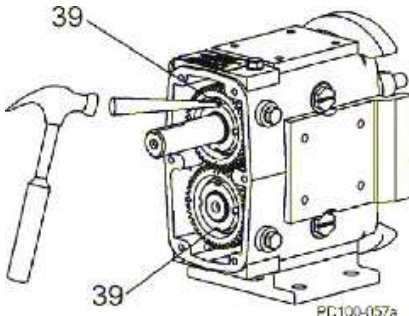

Abb.93 Verschluss der Sicherungsringe biegen
7. Biegen Sie den Verschluss der Sicherungsringe in die Verschlussnuten der Sicherungsmutter, so dass deren Position gesichert wird (Abb. 93).